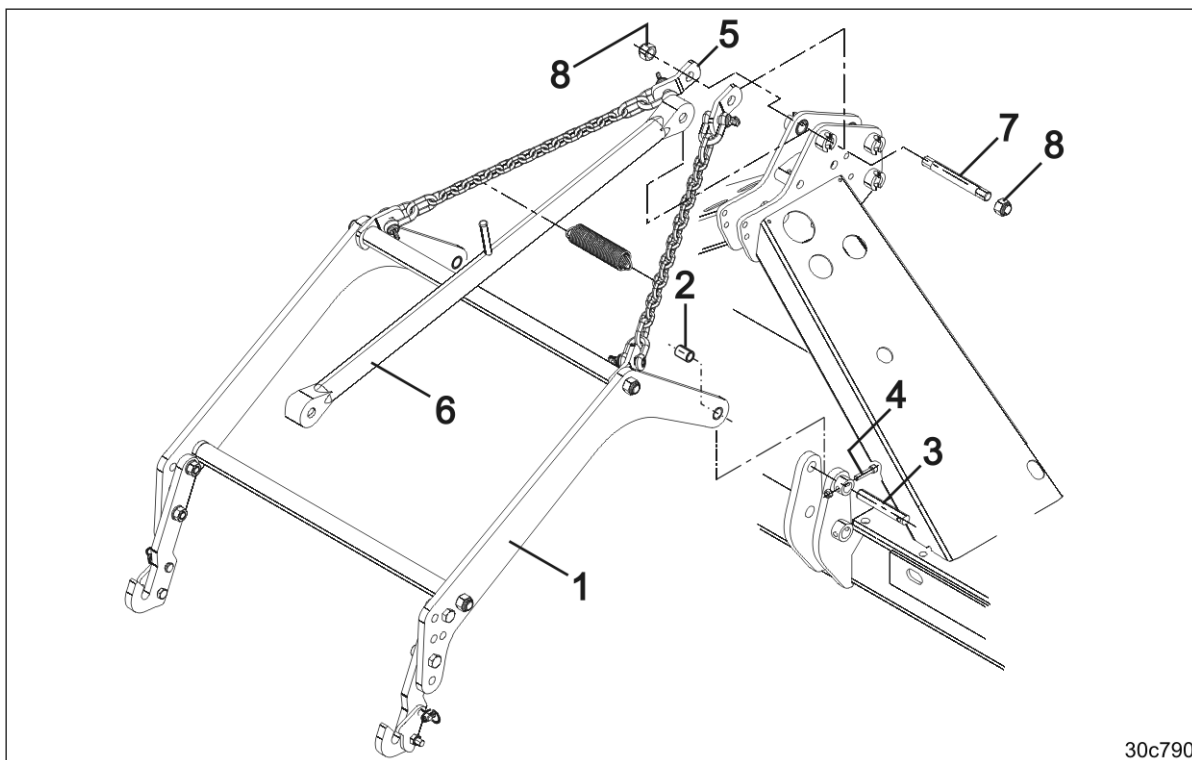

Fig. 37
1. Hægt koblingsbæreamene (Fig. 37/1) op i en kran.
2. Foretag sikring af koblingsbæreamene på jordbearbejdningsredskabet med to afstandsmuffer (Fig. 37/2) og to bolte (Fig. 37/3).
3. Foretag sikring af boltene med skruer (Fig. 37/4) og møtrikker.
4. Foretag sikring af laskerne (Fig. 37/5) til kæden og topstangen (Fig. 37/6) på jordbearbejdningsredskabet ved hjælp af en bolt (Fig. 37/7).
5. Fastgør boltene med to sikringsmøtrikker (Fig. 37/8).